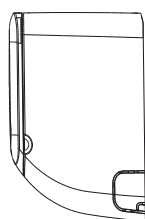

Fig. 4.6
2. Si el agujero de la pared está detrás de la unidad, mantener la placa de acceso en su lugar. Si el agujero en la pared está al lado de la unidad interior, saque la placa de acceso de ese lado de la unidad. (Véase la **Fig. 4.6**) Esto creará un espacio a través del cual la tubería puede salir de la unidad. Use alicates de punta fina si la placa de acceso es muy difícil de sacar con la mano.